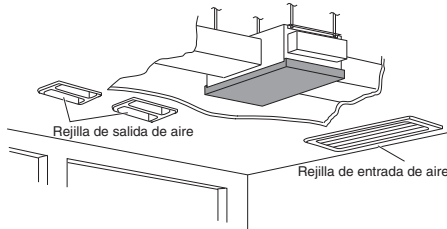

Fig. 3-7
- Rellene todos los espacios intermedios del tubo de la unidad con aislante o una sustancia similar para evitar fugas de aire. (Fig. 3-7)